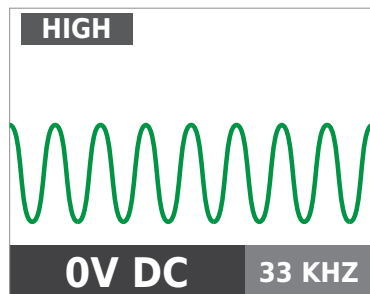

Figura 3.3b
3. Selezionare la modalità segnale Alto per la maggior parte delle applicazioni. Il display apparirà come mostrato nella Figura 3.3b.